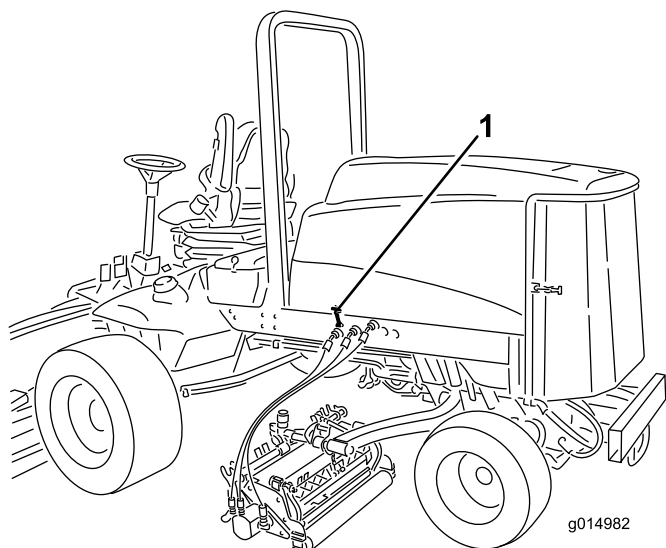

Figura 48
1. Rilasciate i fermi e il perno del cofano (Figura 48) e aprite il cofano.